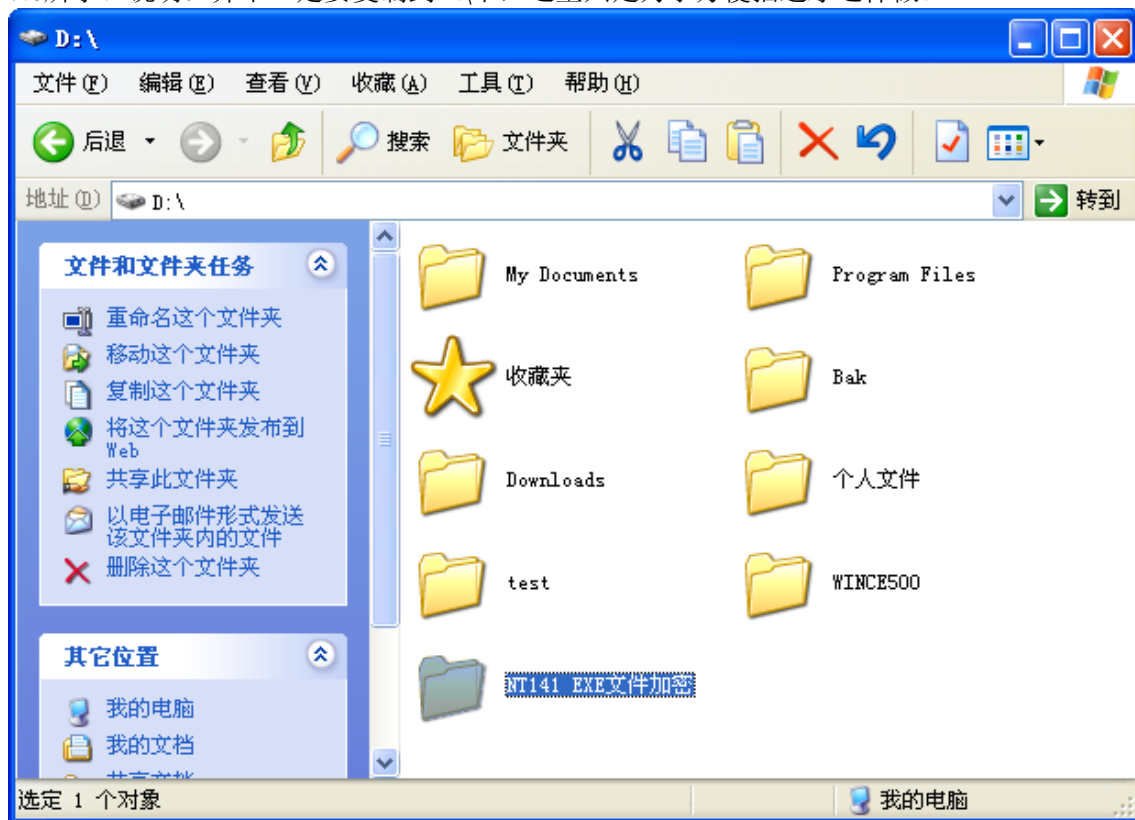

图 7.6 复制 NTShell 工具软件
1. 将NT141开发套件产品光盘中的“\NT141 EXE文件加密”目录复制到D:\下，参考如图7.6所示。说明：并不一定要复制到D:\下，这里只是为了方便描述才这样做。